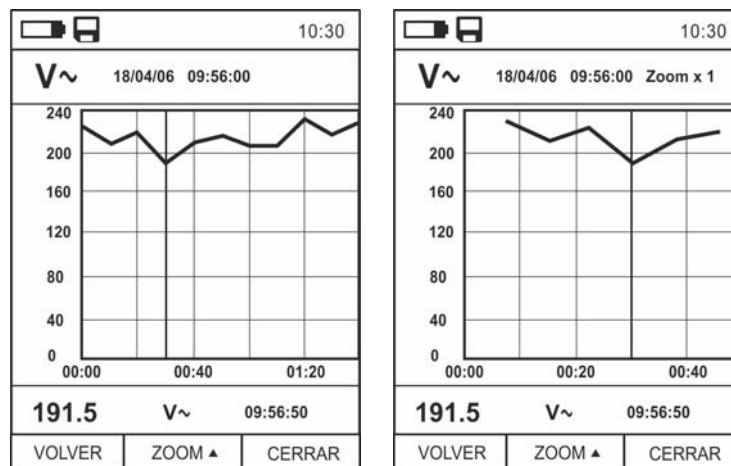

Fig. 35: Función data logger – Visualización gráfico registro
17. Pulse la tecla **MODE (TREND)** para visualizar en pantalla el gráfico del registro y el relativo desarrollo en el tiempo (Trend). La pantalla de Fig. 35 – parte izquierda se muestra en el visualizador
19. Pulse la tecla ▲ (**ZOOM**) para activar (si estuviera disponible) el Zoom de los valores en el gráfico (ver Fig. 35 – parte derecha) para aumentar la resolución. La indicación “Zoom xY” en la cual Y = dimensión máxima de zoom aparece en la parte superior del visualizador. Es posible un zoom X1 para al menos 10 puntos de medida, X2 para al menos 20 puntos de medida, X3 para al menos 40 puntos de medida y así sucesivamente para un máximo de 6 operaciones de zoom